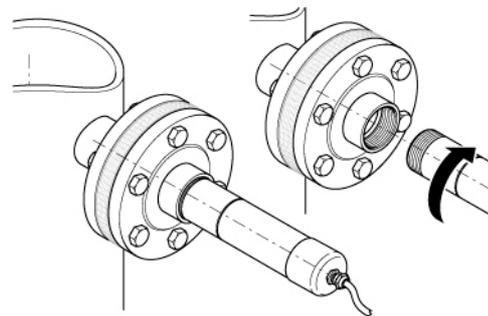

Рис. 6. Установка с разделительным фланцем
- Перед установкой убедитесь, что ни температура среды, ни давление в трубопроводе или контейнере не требуют дополнительных мероприятий, например, установки разделительного фланца, пропускающего микроволны (рис. 6).